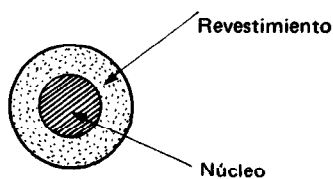

Figura 2.14
1. Debe estar libre de humedad y su núcleo debe ser concéntrico (Figura 2.14).